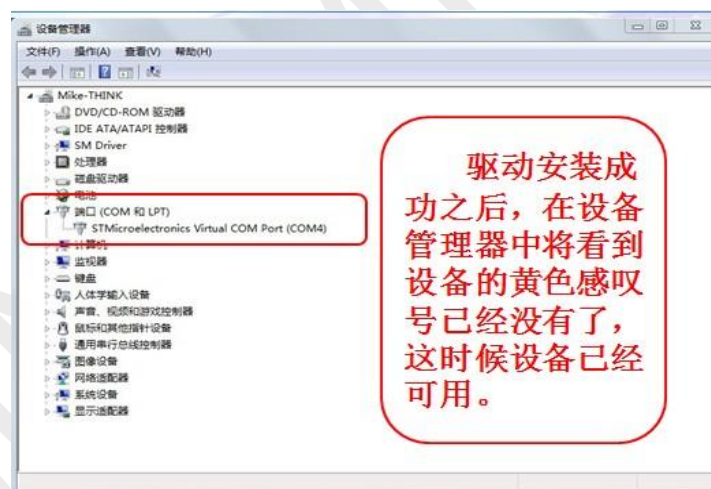

图 6
e. 选择软件目录下的 Driver 文件夹，然后下一步。驱动安装成功后，会出现如下图 6 示提示：